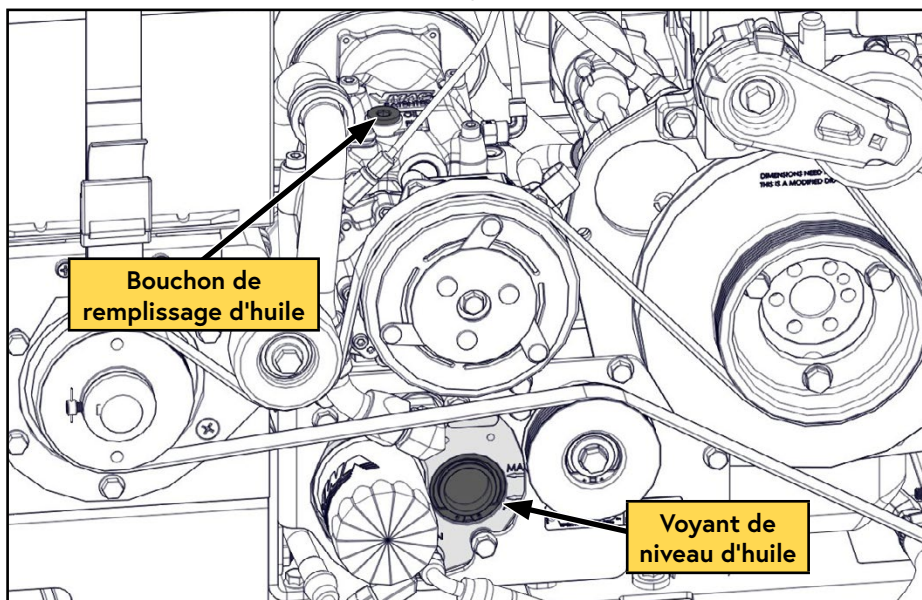

Figure 20 — Inspection de l'huile du compresseur
- ☐ *Retirez le bouchon de remplissage (Figure 20).